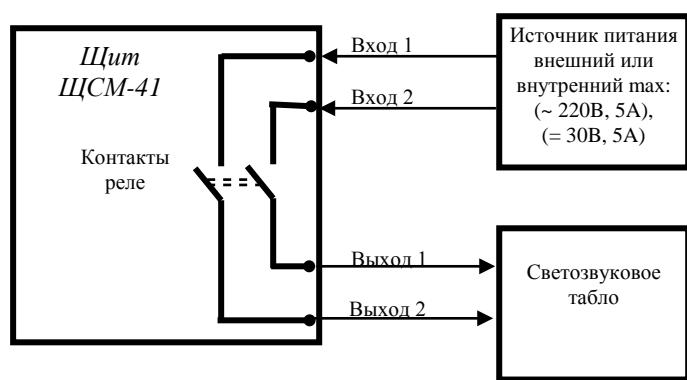

Рис.2. Схема подключения табло к исполнительному реле ЩСМ-41.
2. Подключить светозвуковое табло к клеммам «СВЕТОЗВУКОВОЕ ТАБЛО» согласно схеме на Рис.2.